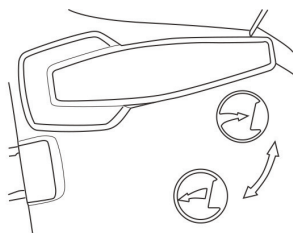

Fig. 11
1. Seleccione el modo de uso moviendo la palanca de modo (5) hasta el símbolo correspondiente.
2. Mueva la palanca (5) a la posición con el ícono de aspiradora para usar el producto como aspirador. (Ver Fig. 11)